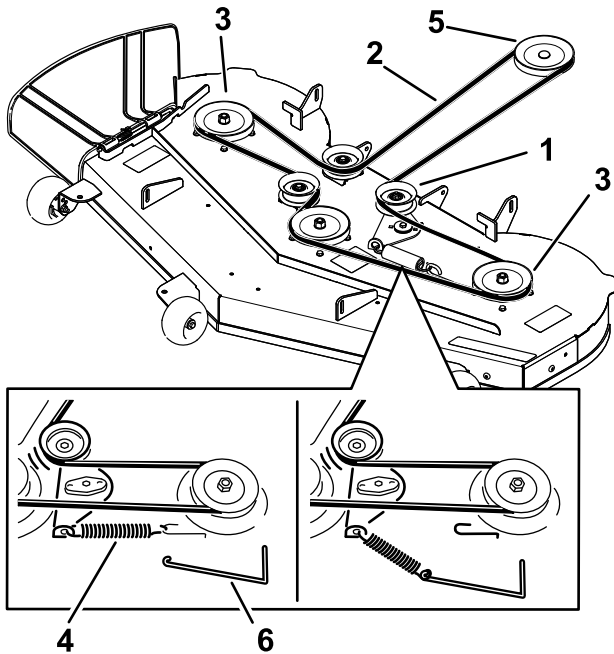

Figure 49
2. Vis (4)
- À l'aide d'un outil de dépose de ressort (réf. Toro 92-5771), décrochez le ressort du crochet situé sur le tablier pour détendre la poulie de tension et déchaussez la courroie des poulies (Figure 49).
- Acheminez la courroie neuve autour de la poulie du moteur et des poulies du tablier de coupe (Figure 49).
- À l'aide d'un outil de dépose de ressort (réf. Toro 92-5771), accrochez le ressort au crochet situé sur le tablier, afin d'exercer une tension sur la poulie de tension et la courroie du tablier de coupe (Figure 49).